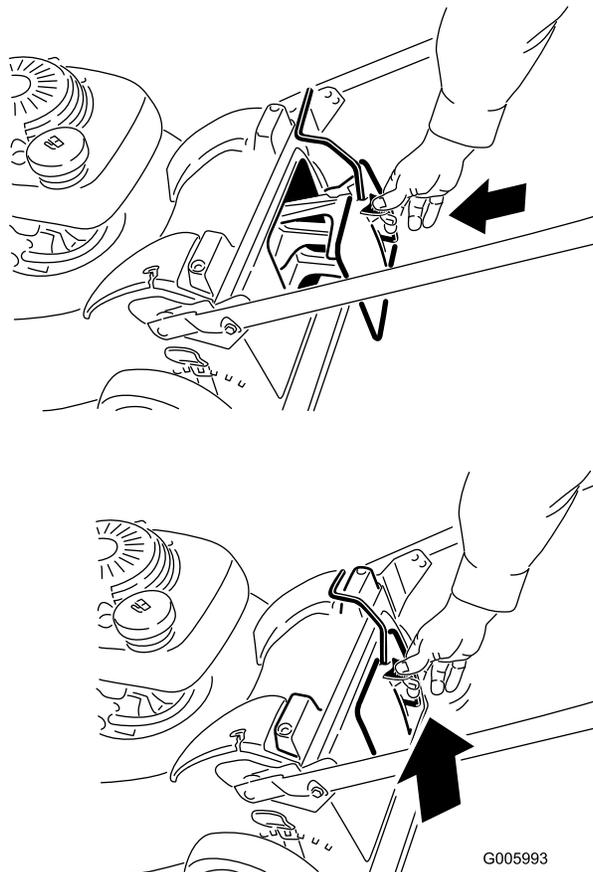

Figura 28
2. Introduzca el tapón de descarga trasera (Figura 28).